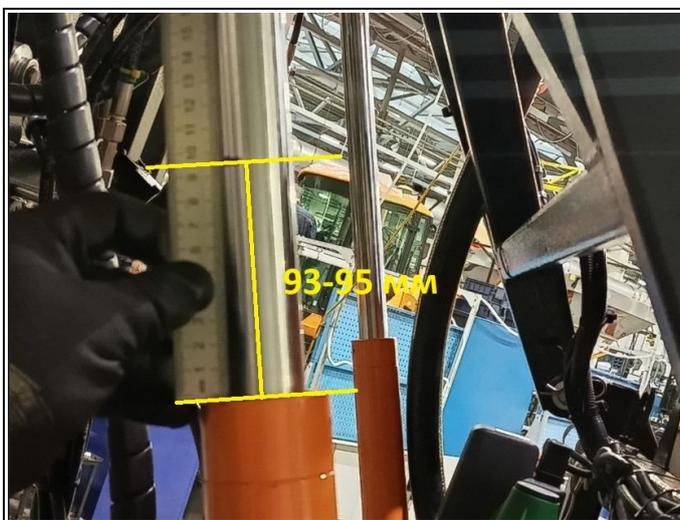

Рис. 201
- 5) Опустите подвес и заново поднимите вверх до срабатывания концевика. Убедитесь, что расстояние от корпуса гидроцилиндра до отметки получилось 93-95мм (Рис. 201). При отклонении повторите процедуру регулировки;